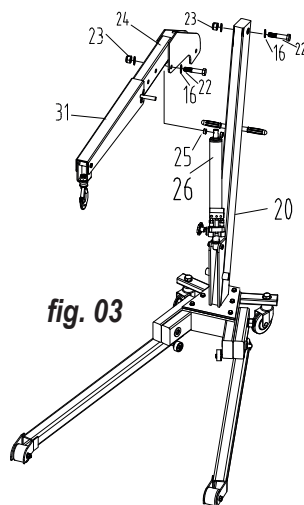

fig. 03
- Reportez-vous à la figure 03 : Utiliser l'écrou-frein n° 23 et le boulon n° 22 pour fixer la pompe n° 26.